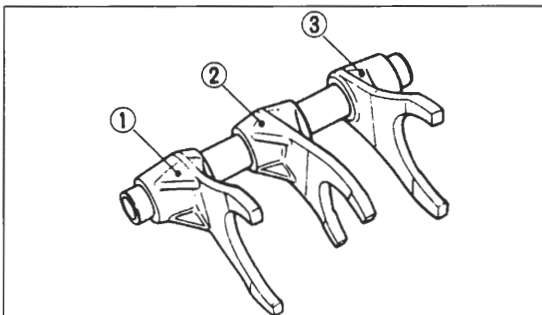

Bild 287
- Passstifte ② Bild 287 und C-Ringe ① an Lagern der oberen Gehäusehälfte anbringen.